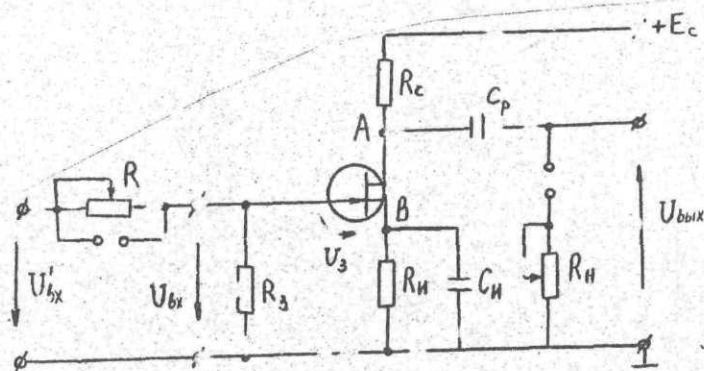

Рис. 4.4. Схема однокаскадного усилителя напряжения на полевом транзисторе
биполярных транзисторах является значительно меньшее входное сопротивление. Полевые транзисторы, так же как и биполярные, имеют три схемы включения. В соответствии с названием электродов различают каскады с общим истоком (усилитель напряжения), общим стоком (усилитель тока-источковый повторитель) и общим затвором. Последний каскад имеет низкое входное сопротивление, в связи с чем он имеет очень ограниченное практическое применение. На более часто используют усилительный каскад с общим истоком, схема которого приведена на рис. 4.4. Рассмотрим работу схемы при использовании полевых
Для исследования усилительного каскада используют схему, представленную на рис.4.4, при закороченном резисторе R . Входное сопротивление $R_{вх}$ усилительного каскада определяется с помощью схемы рис.4.4. при включении резистора R .
5. Входное сопротивление $R_{вх}$ усилителя измеряется при подключении в схему рис. 4.4 переменного резистора R . При этом